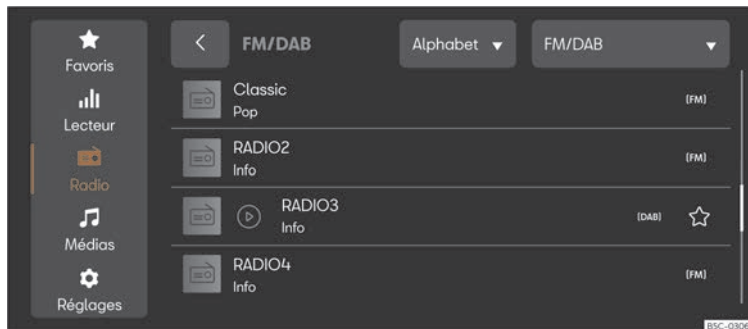

Fig. 178 Représentation schématique : Vue Radio.
- Appuyez sur **MENU** > >>> **fig. 178**.